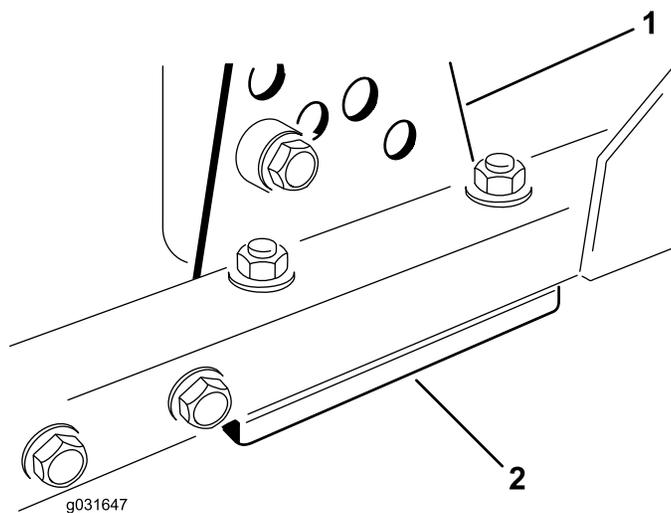

Bild 68
1. Entfernen Sie die Schnitthöhen-Einstellhalterung (vorne, links oder rechts) vom Mähwerkrahmen (Bild 68).
2. Führen Sie 1,5-mm- und/oder 0,7-mm-Beilagscheiben zwischen dem Mähwerkrahmen und der Halterung ein, um die gewünschte Schnitthöhe zu erhalten (Bild 68).
3. Bringen Sie die Schnitthöhen-Einstellhalterung am Mähwerkrahmen mit den restlichen Beilagscheiben unter dem Bügel an (Bild 68).